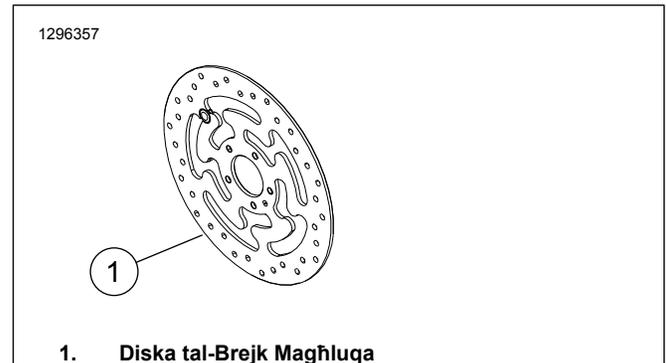

Figura 1. Stil tad-Diska tal-Brejk ta' Quddiem
- Viti tad-Diska tal-Brejk (Ara Figura 1 u Tabella 1)